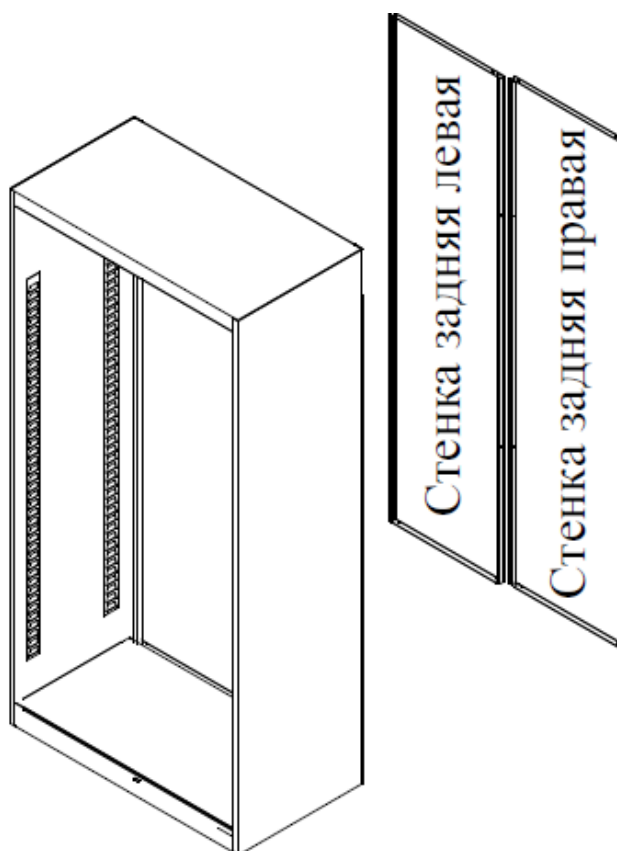

Рис.2
5.3.2. Собранный шкаф поставить вертикально на дно. Установить стенку заднюю правую и левую (рис. 2). Зафиксировать их на стенках боковых, дне и крыше саморезами. Стянуть задние стенки между собой саморезами.